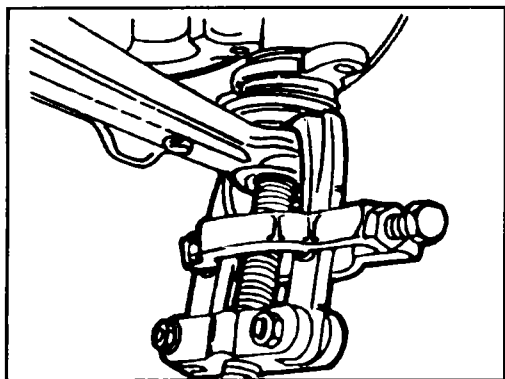

Рис. 7.11 Отсоединение нижнего шарового шарнира для демонтажа нижнего поперечного рычага
- ◆ Гайку шарового пальца затяните моментом 110 Нм. Каждый раз необходимо использовать новую гайку. Если во время заворачивания гайки проворачивается шаровой палец, то в этом случае необходимо зажать шарнир при помощи съемника, как показано на рис. 7.11.
- ◆ При помощи съемника, показанного на рис. 7.11, вытолкните шаровой шарнир из нижнего поперечного рычага.